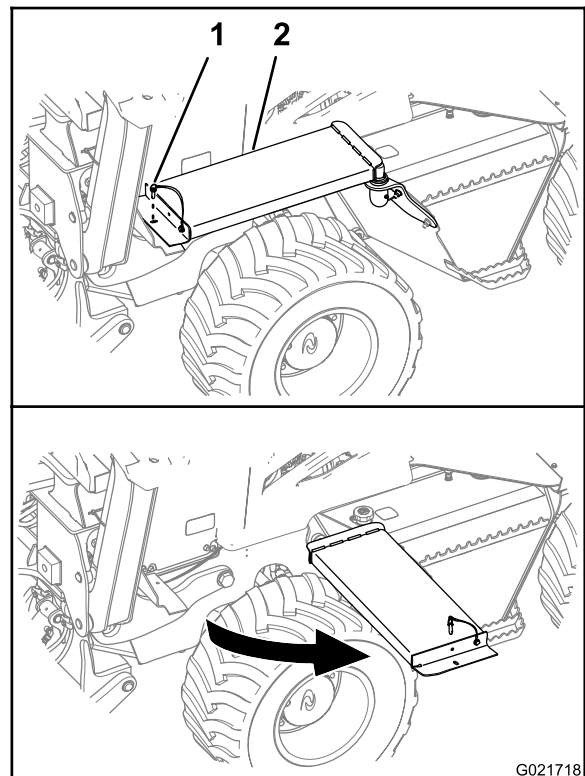

Figura 36
- A. En el lado izquierdo de la máquina, retire el pasador de sujeción del extremo delantero de la plataforma (Figura 36).
- B. Separe la plataforma de la máquina, tal como se muestra en la Figura 36.
- A. Gire el extremo delantero de la plataforma hasta su posición original (Figura 36).
- B. Alinee el taladro de la plataforma con el taladro del soporte de sujeción de la plataforma (Figura 36).